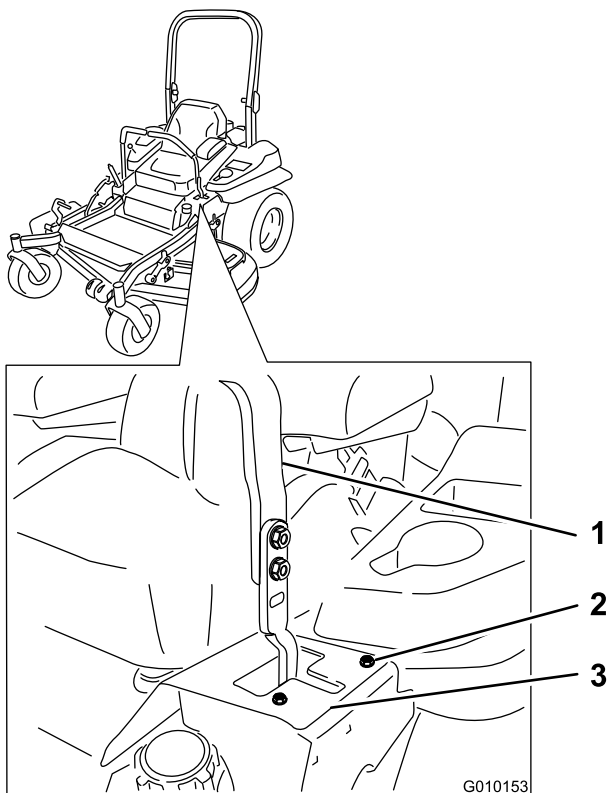

Figura 74
- Si la máquina se desvía hacia la derecha, afloje los pernos y ajuste la chapa del tope izquierdo hacia atrás en la ranura en T de la izquierda hasta que la máquina avance en línea recta (Figura 74).
- Si la máquina se desvía hacia la izquierda, afloje los pernos y ajuste la chapa del tope derecho hacia atrás en la ranura en T de la derecha hasta que la máquina avance en línea recta (Figura 74).
8. Apriete la chapa del tope (Figura 74).